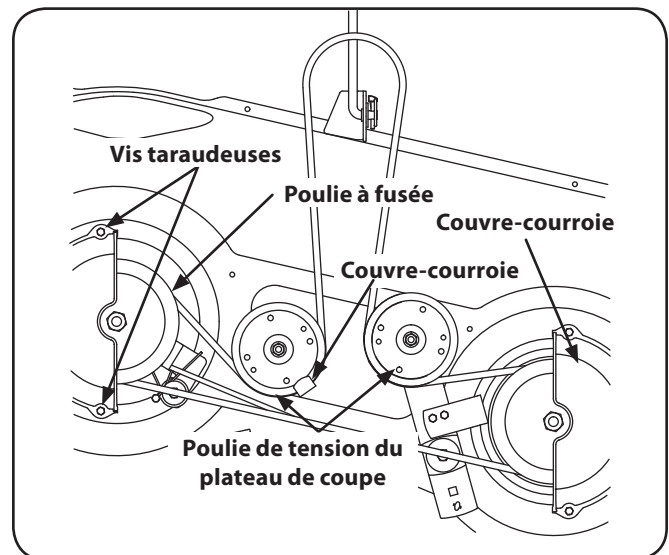

Figure 7-8
2. Retirez les couvre-courroies en enlevant les vis à rondelles hex. qui les maintiennent sur le plateau de coupe. Voir la Figure 7-8.
4. Dégagez lentement la courroie du plateau de coupe des deux poulies à fusée et des deux poulies de tension du plateau de coupe. Voir la Figure 7-8.
5. Commencez par installer la courroie neuve autour des deux poulies à fusée extérieures, comme à la Figure 7-8.
6. Faites-la ensuite passer autour des deux poulies de tension du plateau de coupe, comme à la Figure 7-8.